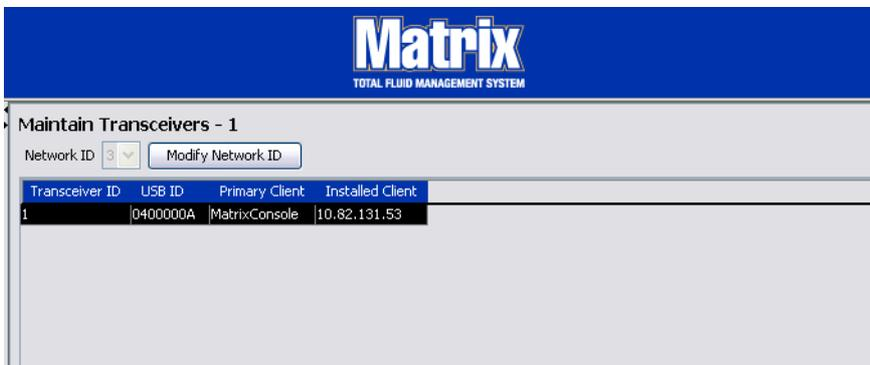

ABB. 61
1. Wenn ein Sendempfangener am USB-Port des PC angeschlossen wird, wird er der Liste automatisch an oberster Stelle hinzugefügt, und ihm wird die erste verfügbare Sendempfangener-ID-Nummer zugewiesen, wie in ABB. 61 gezeigt. Durch Trennen oder Abschalten des Sendempfangeners verschwindet der Sendempfangener nicht von der Liste mit Sendempfangenern, allerdings führen beide Vorgänge dazu, dass die über das Gerät geleitete Kommunikation mit sofortiger Wirkung unterbrochen wird.